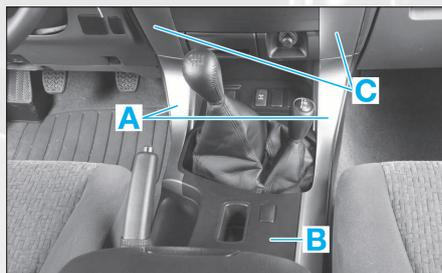

FIG. 14
- Dévisser le ou les pommeaux de vitesse (**fig. 14**).